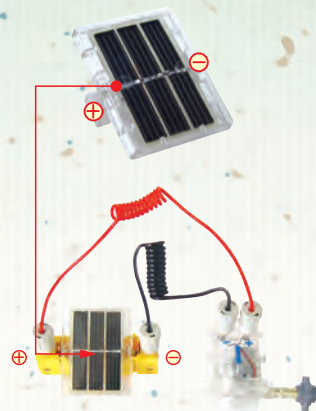

Рис. 4
7. Вынеси эту конструкцию на яркий солнечный свет и подставь солнечную батарею под прямые солнечные лучи – солнечная батарея начнет вырабатывать электрический ток, и мотор-редуктор заработает, *рис. 4*